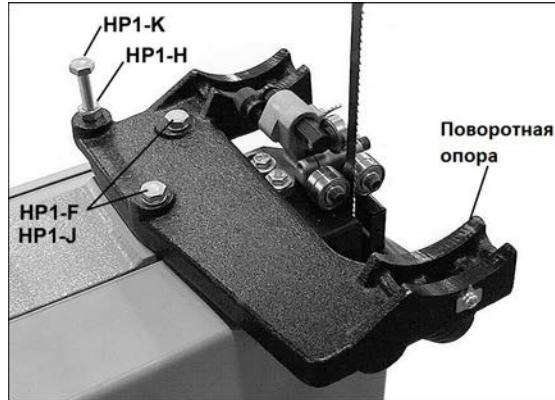

Рис. 21.
См. Рис. 21.
- Закрутите гайку M8 (HP1-H) на винт с шестигранной головкой M8x80 (HP1-K) и вкрутите его в поворотную опору, как показано на Рис. 21. Шестигранную гайку затяните вручную; полностью она будет затянута позднее при установке упора-ограничителя для установки стола под углом 90°.